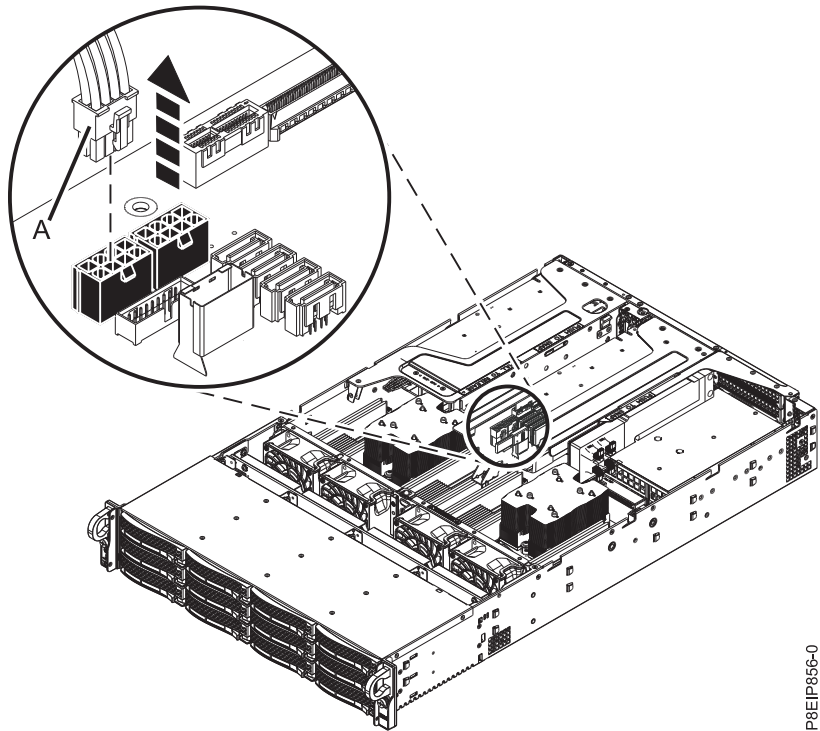

Figure 39. Déconnexion du câble d'alimentation de l'unité de traitement graphique
- d. Si le connecteur de bus contient une unité de traitement graphique, déconnectez le câble d'alimentation de l'unité de traitement graphique **(A)** du fond de panier système comme indiqué dans la figure 39, à la page 38. Du pouce, appuyez sur le loquet du connecteur pour retirer le câble.